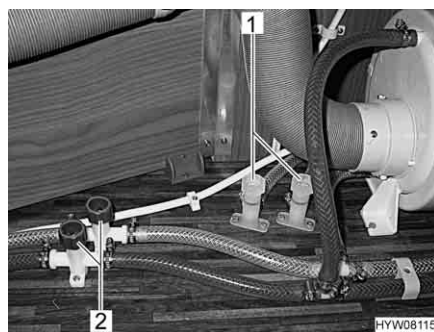

Fig. 87 Rubinetti di scarico per scaldacqua
- Chiudere tutti i rubinetti di scarico. Ruotare i coperchi (Fig. 87,1 e 2) in senso orario.
- Aprire tutti i rubinetti di scarico. A tal fine ruotare i coperchi (Fig. 87,1 e 2) in senso antiorario.